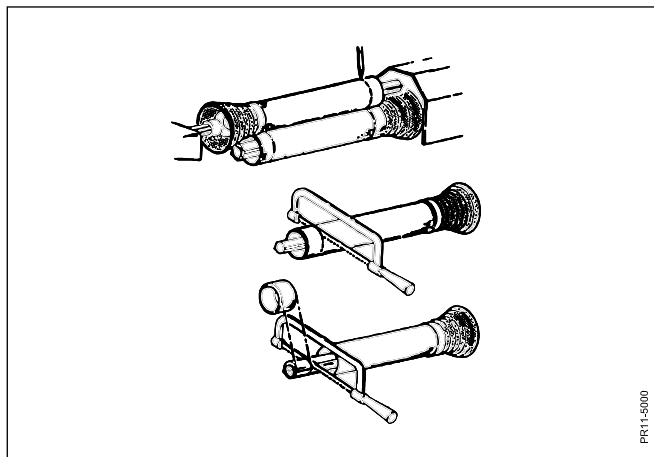

Fig. 3-15
**Fig. 3-15** Fastgør akslens halvparter til henholdsvis PTO og PIC, når disse er lige over for hinanden, med maskinen i arbejdsstilling. (Den ved denne maskine længste afstand). Hold akselenderne parallelle med hinanden og afmærk den ønskede afkortning, dog min. 200 mm overlap. Afkort alle 4 rør lige meget. Rørprofilernes ender skal afrundes og eventuelle grater skal omhyggeligt fjernes. Det er meget vigtigt at rørene er helt glatte og rene før smøring. Smør rørene grundigt inden de samles igen.